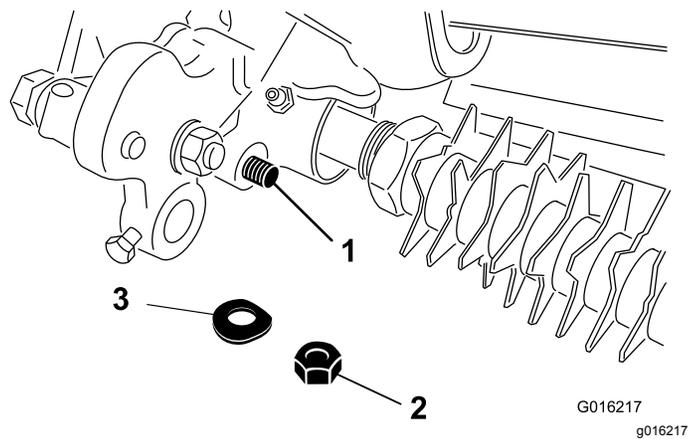

Figura 13
29. Sujete el extremo de la varilla del conjunto del brazo de ajuste al conjunto de transmisión del groomer con la arandela Belleville y la contratuerca (Figura 13).
34. Sujete el extremo de la varilla del conjunto del brazo de ajuste al conjunto de transmisión del groomer con la arandela Belleville y la contratuerca (Figura 13).